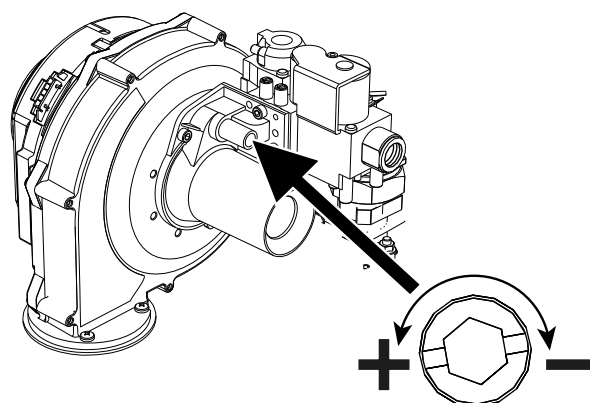

fig. 95- Șurubul de reglare a debitului maxim
- În cazul în care valorile nu corespund celor indicate, reglați CO₂ cu ajutorul șurubului de reglare (vezi fig. 95), aducându-le la valorile indicate.